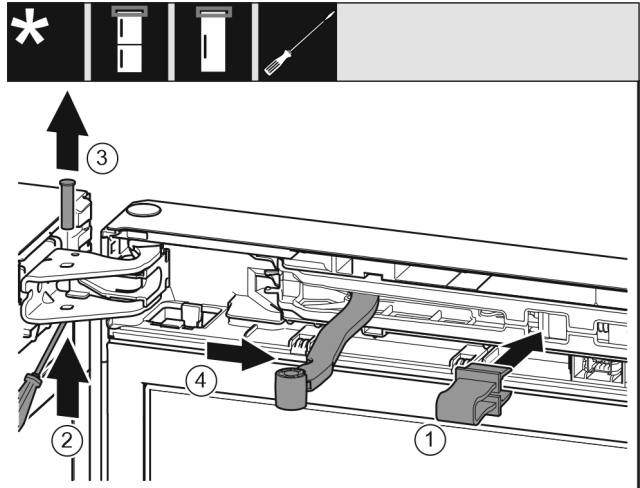

Fig. 8
- ▶ Pojistku nechte zapadnout do otvoru. Fig. 8 (1)
- ▶ Šroubovákem vysuňte čep. Fig. 8 (2)
- ▶ Čep vytáhněte směrem nahoru. Fig. 8 (3)
- ▶ Otočte kloub směrem ke dveřím. Fig. 8 (4)